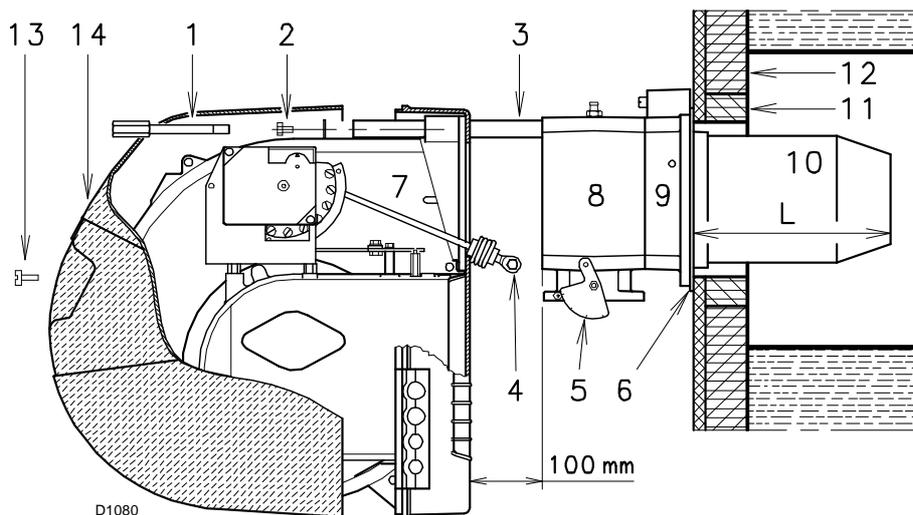
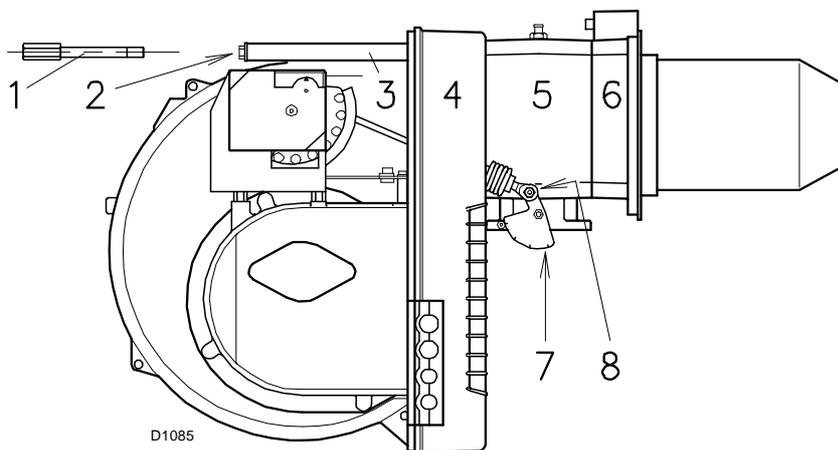

Fig. 12
Fig. 15
Per le caldaie con giro dei fumi anteriore 13)(Fig. 12), eseguire una protezione in materiale refrattario 11), tra refrattario caldaia 12) e boccaglio 10).
Per le caldaie con il frontale raffreddato ad acqua non è necessario il rivestimento refrattario 11)-12)(Fig. 12), se non vi è espressa richiesta del costruttore della caldaia.
Separare la testa di combustione dal resto del bruciatore, come in Fig. 12; procedere come segue:
- rimontare il bruciatore 4)(Fig. 15) sulle guide 3) a circa 100 mm dal manicotto 5) - bruciatore nella posizione illustrata in Fig. 12 a pag. 17;
- inserire il cavo della sonda ed il cavo dell'elettrodo e quindi far scorrere il bruciatore fino al manicotto, bruciatore nella posizione illustrata dalla Fig. 15.